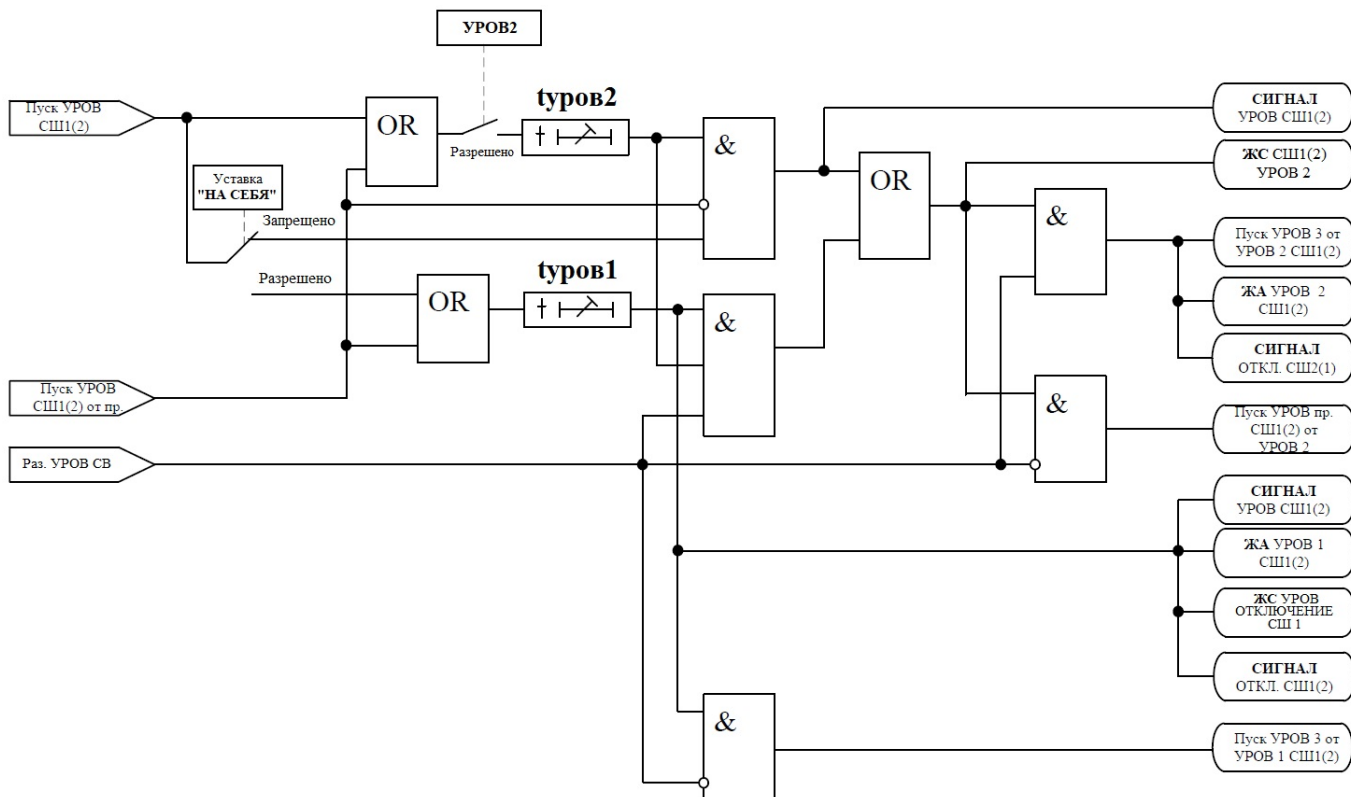

Рисунок 5.22 – Логическая схема УРОВ 1, 2 СШ1 (СШ2)
После того как какой-либо из факторов пуска сформирован, выдача сигналов отключения и УРОВ СШ выполняется в следующих случаях (рисунок 5.22):
- пуск УРОВ присоединения СШ1 (СШ2) от УРОВ 2 (рисунок 5.22);
2. Сигнал пуск УРОВ 3 от УРОВ 1 (УРОВ 2) (рисунок 5.22) с введенной уставкой УРОВ 3;
3. Сигнал УРОВ СШ1 (СШ2) (рисунок 5.22) с введенной уставкой УРОВ 2.